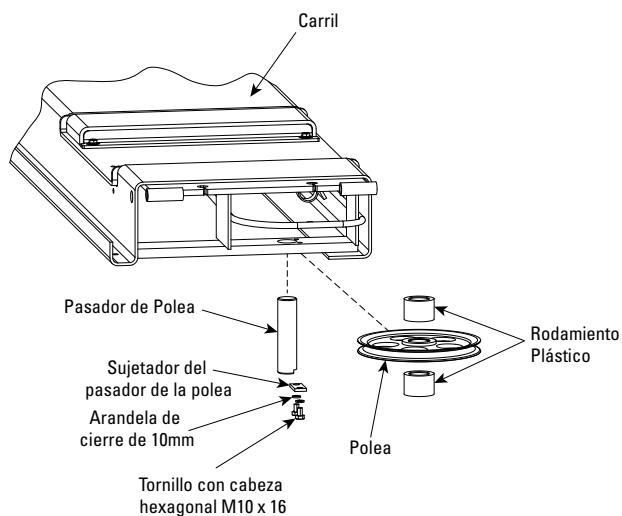

Fig. 5
- Posicione el yugo trasero al final de los carriles. La abertura del lado del yugo debe alinearse con las poleas para cable en los extremos del carril. Introduzca los extremos del cable a través de las aberturas del yugo. Asegúrese de que los cables no se crucen dentro del yugo. Alimente el cable #1 a través del carril derecho, Fig. 3 y 4. Ensamble las poleas y los cojinetes en ambos extremos del carril derecho, Fig. 5. Asegúrese de que los cables estén en las ranuras de la polea, Fig. 3. No ensamble las poleas en los extremos del yugo en este momento.